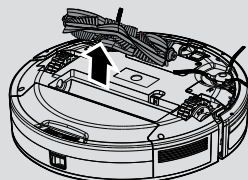

Рис. 12
3. Поднимите вращающуюся щетку, взявшись за один ее конец. [Рис. 12]